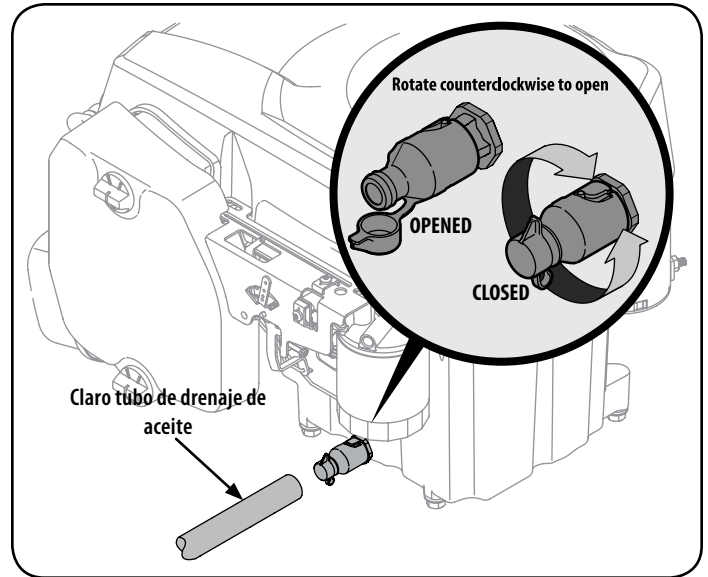
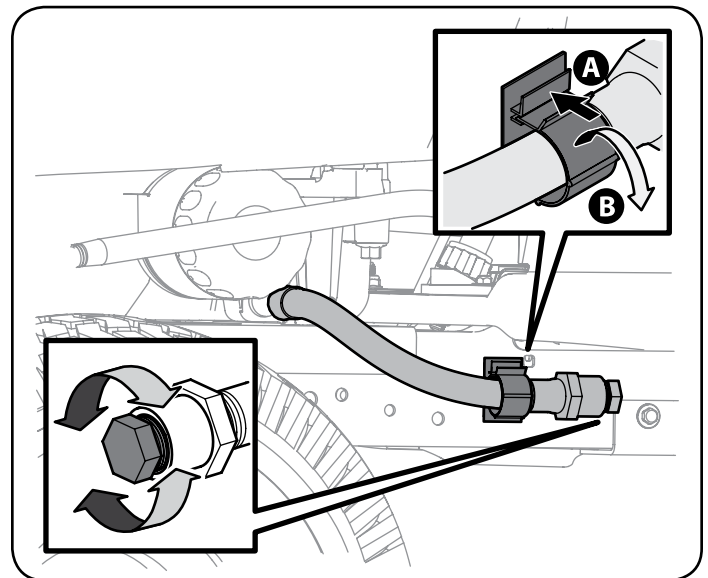

Figura 19
Figura 20
- Su motor está equipado con un drenaje de aceite de giro y tracción (véase la Figura 19 y vaya al paso 5.) o un tapón de la manguera de drenaje de aceite extraíble (véase la Figura 20 y vaya al paso 6.) Siga el caso instrucciones para su tractor.
- Torcer-y-tirar de drenaje de aceite (consulte la Figura 19):
6. Tapón de la manguera de drenaje de aceite extraíble (Ver Figura 20):